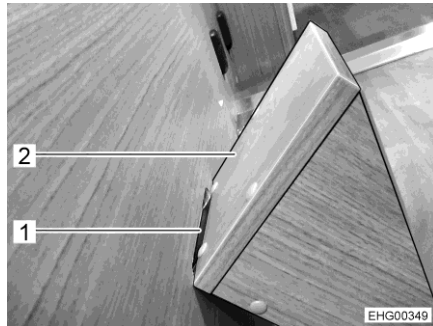
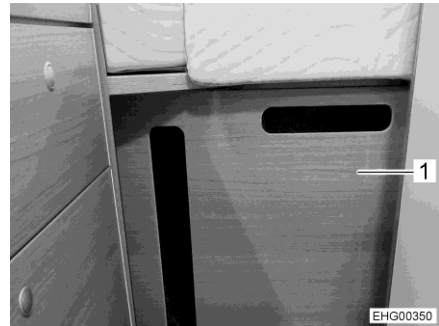

Bild 35 Steg
Bild 36 Mellanvägg med steg
- Häng på steget (Bild 35,2) i det nedre utsnittet (Bild 35,1) på mellanväggen (Bild 36,1).
- Sätt in mellanväggen (Bild 36,1) mellan de längsgående bakre sängarna. Mellanväggen ska då hängas i det andra läget (sett från kökskåpet).